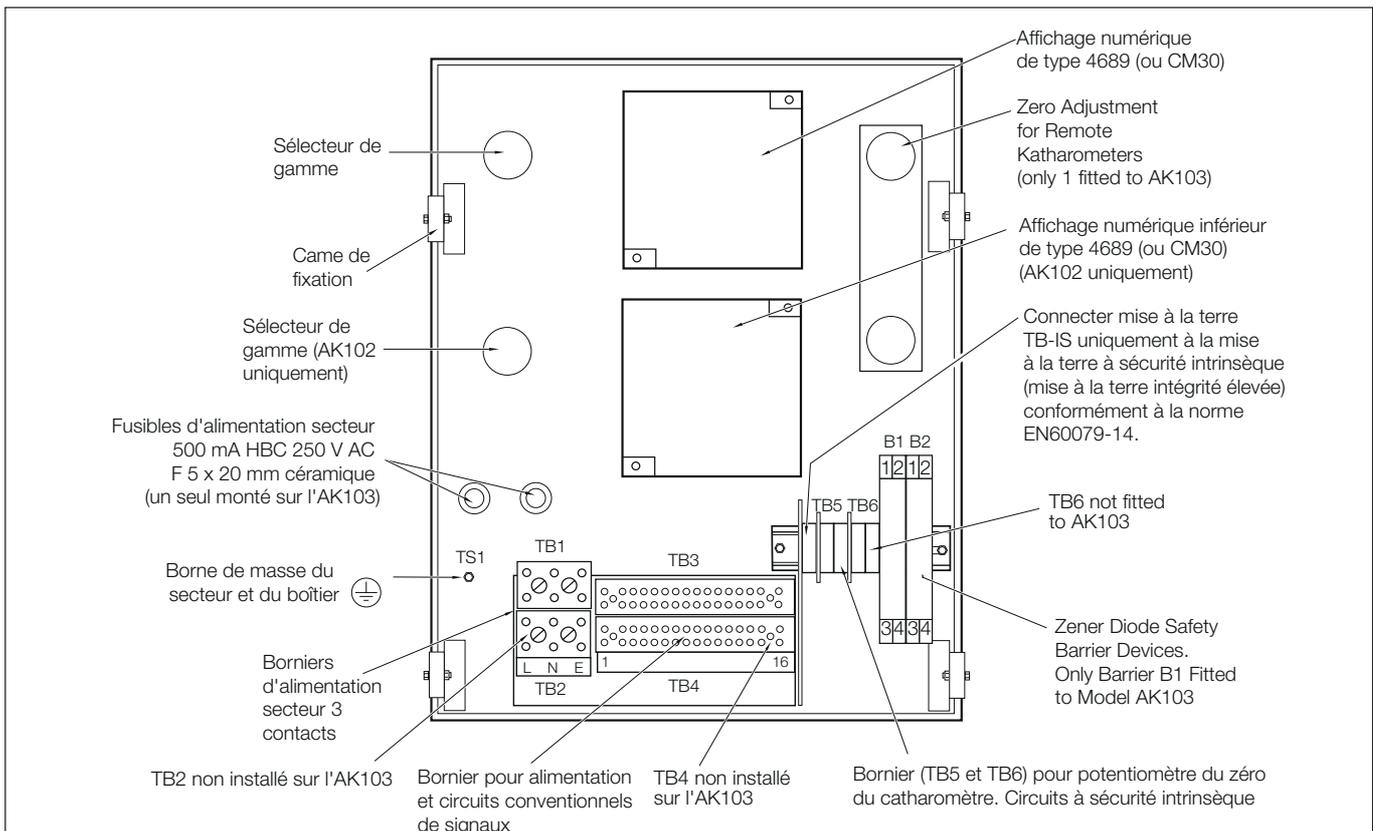

Fig. 5.2 Emplacement des composants à l'intérieur du boîtier (vue arrière) – Unités d'affichage modèles AK102 et AK103
5.1.1 Unité d'affichage modèle 6553 – Fig. 5.2
Effectuez les connexions électriques au bas de l'unité dans les borniers qui se trouvent juste au-dessus de celles-ci – voir Fig. 5.2.
Effectuez la connexion de la mise à la masse du secteur et de la prise de terre du boîtier au niveau de la borne (TS1) – voir Fig. 5.2.